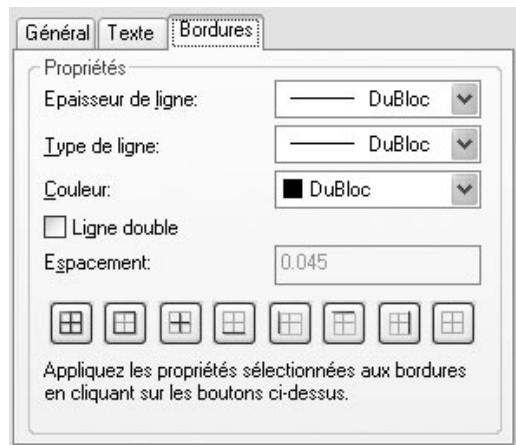

Fig.12.22
- 8 Utiliser l'onglet **Bordures** (Borders) pour déterminer l'apparence des lignes de la grille du tableau pour le style de cellule courant. Définir les options suivantes (fig.12.22) :